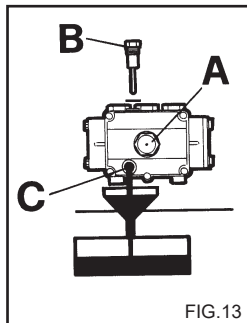

FIG.13
- 2) De tap met de oliepeilstaaf losschroeven (afb. 13)